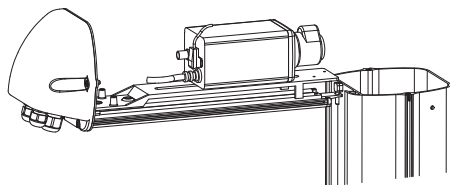

рис. 02
Для открытия кожуха отвинтить 2 винта, расположенные по бокам, на половине высоты задней нижней части (01), снять корпус (02), повесить его на соответствующий суппорт (рис. 02, страница 4) и оставить в рабочем положении внутренний и внешний полоз. Перед тем как закрыть кожух, положить внутрь пакетик с силикагелем, вынув его из защитного нейлонового пакета.